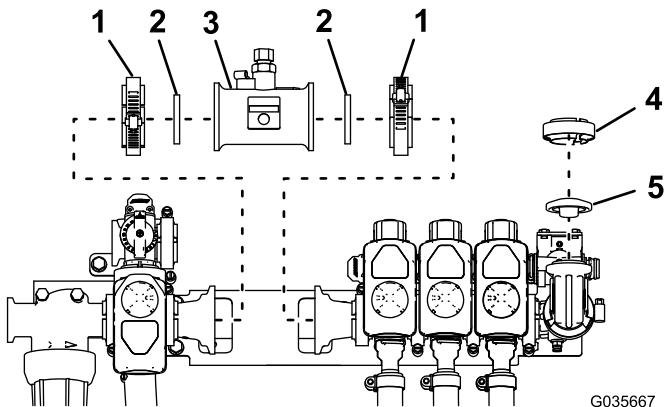

图1
- 松开将歧管连接器固定到搅拌阀和喷洒臂段阀总成上的蜗杆夹（图1）。
4. 卸下夹具、垫片和歧管连接器（图1）。
5. 用刚刚卸下的夹具安装流量表和 2 个流量表垫片（图1）。
6. 卸下传感器夹具、盖及垫片（图1）。